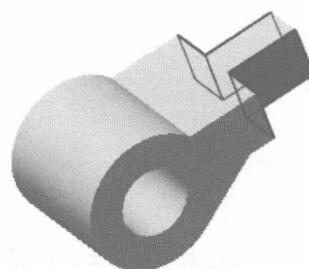
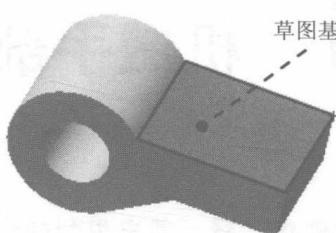
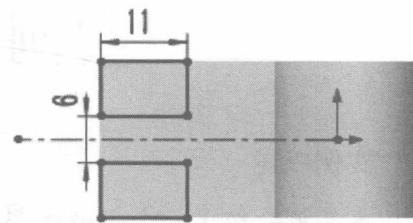

图 1.4 切除-拉伸 1
图 1.5 草图基准面
图 1.6 横断面草图
Step3. 创建图 1.4 所示的切除-拉伸 1。选择下拉菜单 **插入(I) → 切除(C) → 拉伸(E)…** 命令；选取图 1.5 所示的面为草图基准面，绘制图 1.6 所示的横断面草图；在“切除-拉伸”对话框 **方向1** 区域  按钮后的下拉列表中选择 **完全贯穿** 选项；单击  按钮，完成切除-拉伸 1 的创建。